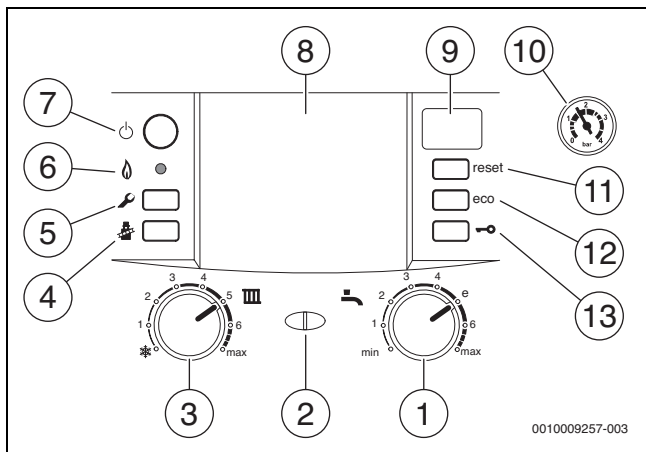

Fig. 2 Vue d'ensemble des éléments de commande
- Mettre l'appareil en marche avec l'interrupteur marche/arrêt (→ figure 2).
- ▶ Appuyer sur l'interrupteur marche/arrêt (→ fig. 2) pour mettre l'appareil hors tension.